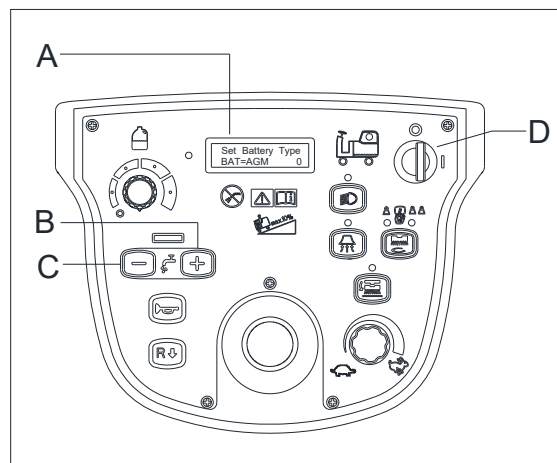

Рисунок 4
2. Нажмите кнопки настройки подачи «+» и «-» (B, C на Рисунке 4). Поверните ключ зажигания (D, Рисунок 4) в положение переключателя «I».
3. Отпустите кнопки настройки подачи. На светодиодном экране отобразится «Set Battery Type BAT=AGM 0» (как Рисунок 4 ,A).